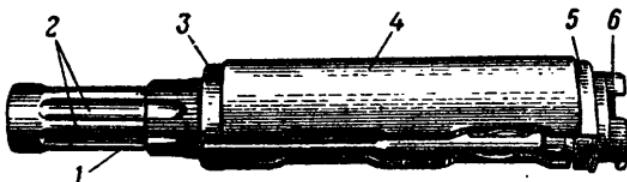

Рис. 34. Газовая трубка со ствольной накладкой:
**19. Газовая трубка со ствольной накладкой** (рис. 34) состоит из газовой трубы, передней и задней соединительных муфт, ствольной накладки и металлического полукольца.